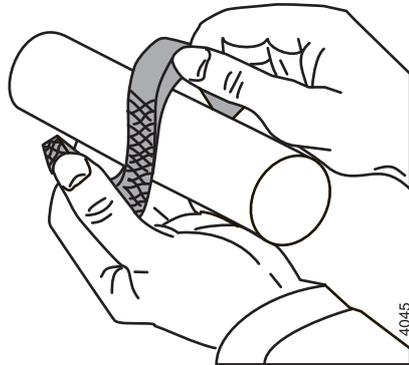

Figura 4: Piegare assialmente gli anelli di guarnizione.
- 2 Aprire gli anelli di guarnizione piegandoli assialmente, vedere la figura 4 e montarli sull'albero della pompa. Assicurarsi che le fessure si trovino sempre a 90° l'una dall'altra.